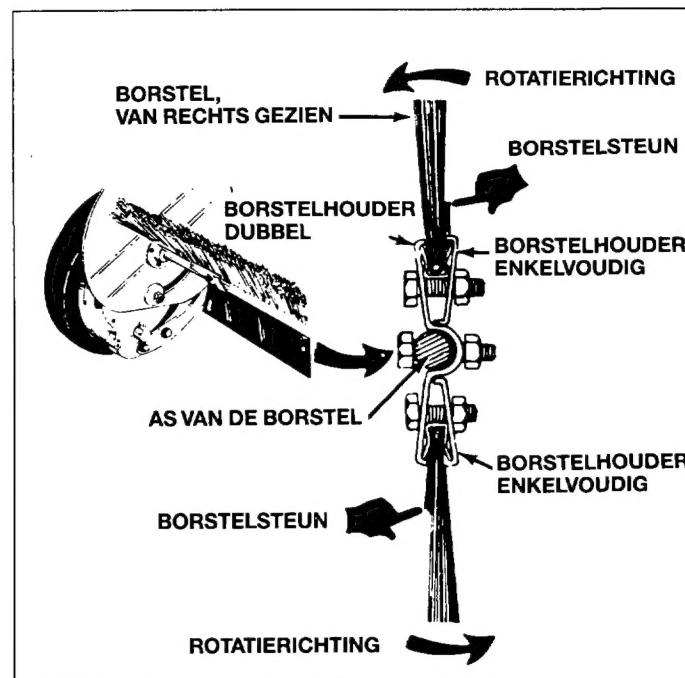

Fig. 36
4. De zeskante bouten en de moeren losdraaien waarmee de kleine borstelhouder bevestigd is. Zie fig. 36. De borstels van de houder verwijderen en de positie van de borstelsteunen aantekenen.
5. Een nieuwe borstel aanbrengen en controleren of de borstelsteunen op de juiste manier gemonteerd zijn. Zie fig. 36.